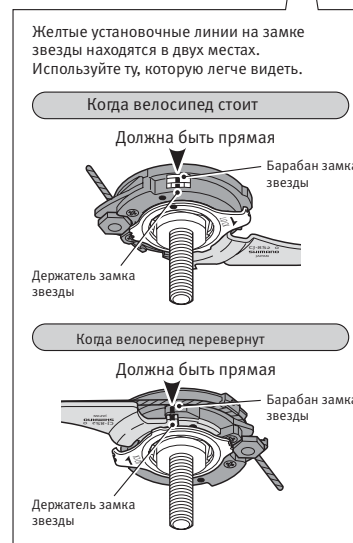

рис. 33
- 3.13.1. Установите манетку Revo-shift в положение «4» (рис. 33).